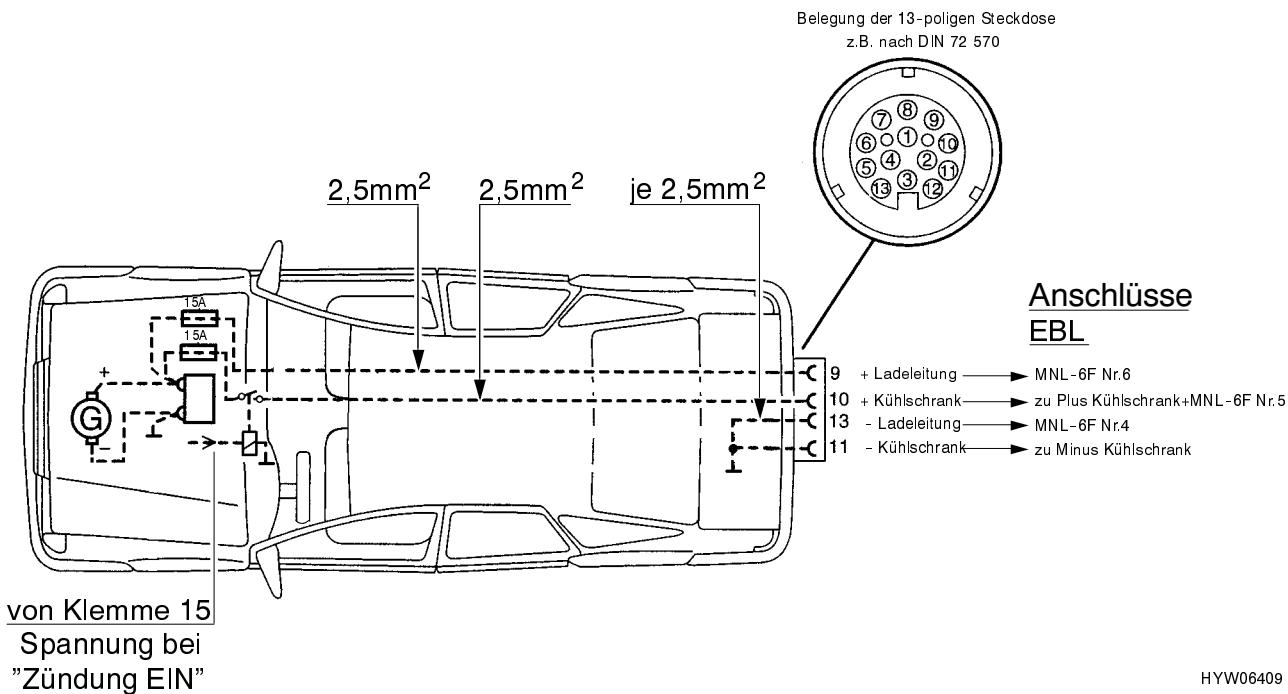

Bild 63 Zugwagen-Installationsplan (Autark-Paket)
- ▷ Das Zugfahrzeug muß mit den entsprechenden Kabelquerschnitten nachgerüstet werden (siehe Bild 63).